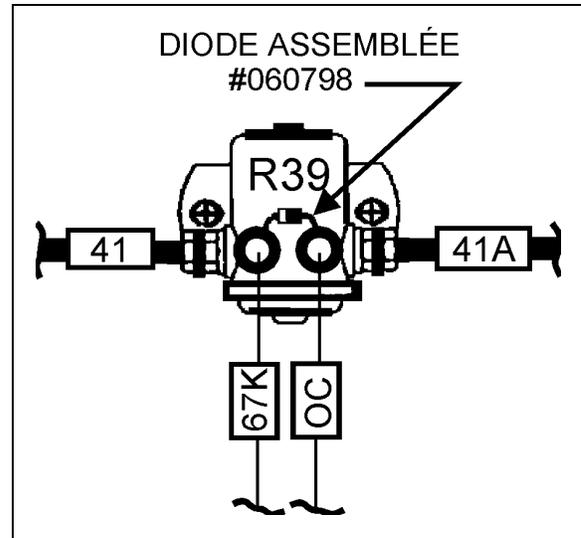

FIGURE 5
7. Dénuder l'extrémité du fil #41, sertir une cosse à anneau (#561246) puis brancher au relais R39 tel qu'illustré à la figure 5. Serrer l'écrou à un maximum de 40 lbf•po.
9. Mettre la diode assemblée (#060798) en place sur le relais R39 tel qu'illustré à la figure 5, dénuder l'extrémité du fil #67K, sertir une cosse à anneau (#560815) puis brancher au relais R39. Serrer l'écrou à un maximum de 20 lbf•po.
Attention: S'assurer de bien positionner la diode assemblée tel qu'illustré à la figure 5.